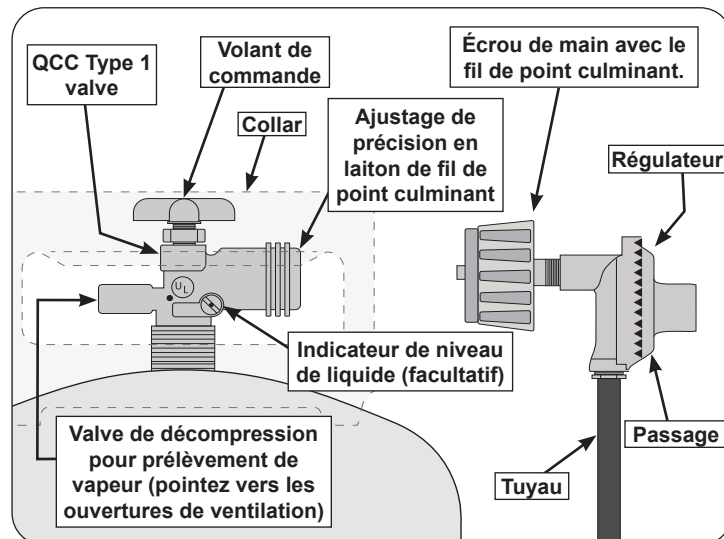

Fig. 6-1 Type coupleur de fil de point culminant d'I
- La bouteille utilisée doit comporter un collier pour protéger le robinet de la bouteille. Le système d'alimentation de la bouteille doit être conçu pour le retrait de la vapeur. Voir Fig. 6-1.
- Lorsqu'il est utilisé avec une bouteille, le système d'alimentation en gaz doit être utilisé avec un régulateur de pression. Le régulateur de pression et l'ensemble de tuyau (**non fourni**) utilisés doivent correspondre à la spécification de type I par ANSI Z 21.58/CGA 1.6 et doivent être conformes à UL 144 en tant que partie du système d'alimentation en gaz propane autonome (voir Fig. 6-1).
**Pour déconnecter:** tournez l'écrou à main dans le sens antihoraire jusqu'à ce qu'il soit détaché (Fig. 6-1)